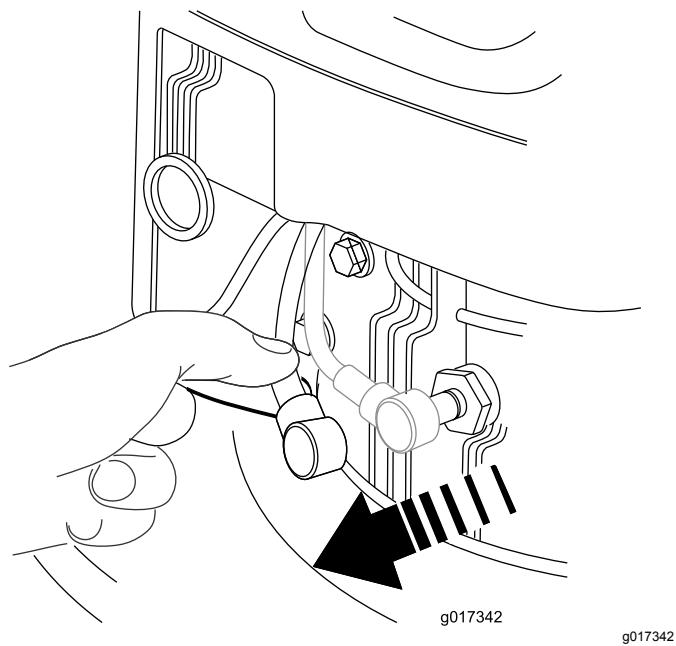

図 19
2. 整備などの前には、必ず点火プラグコードを外す図 19。